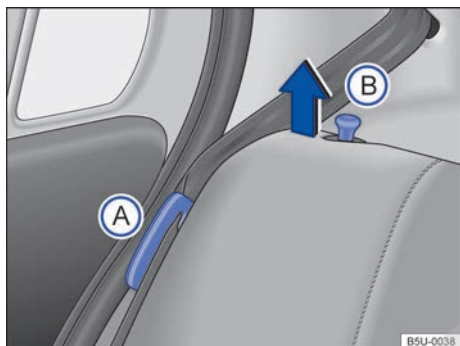
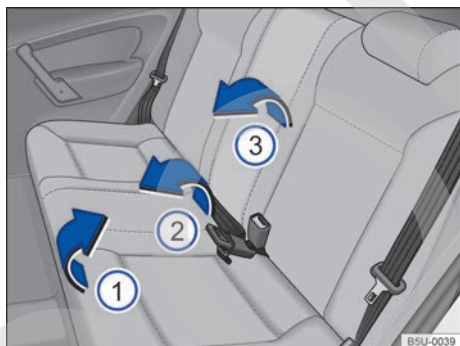

Fig. 73 Asiento trasero: posicionador de la banda del cinturón de seguridad (A) y pasador de desbloqueo del respaldo (B).
Fig. 74 Asiento trasero: inclinar el asiento trasero.
Las figuras → fig. 73 y → fig. 74 ilustran, a modo de ejemplo, el procedimiento para rebatir el asiento trasero.
- Encajar las bandas de los cinturones de seguridad en los alojamientos correspondientes en el guarnecido lateral → fig. 73 (A).
- Tirar del asiento por la parte de adelante → fig. 74 (1) en el sentido de la flecha, hacia arriba.
- Levantar la parte trasera del asiento → fig. 74 (2) y desplazar totalmente hacia adelante, para que el asiento quede lo más próximo posible del entarimado y del respaldo del asiento delantero.
- Tirar de las clavijas de desbloqueo → fig. 73 (B) y, al mismo tiempo, plegar parcialmente el respaldo del asiento → fig. 74 (3) y quitar los apoyacabezas → pág. 51. Bajar completamente el respaldo del asiento trasero.
- Encajar las bandas de los cinturones de seguridad en los respectivos posicionadores → fig. 73 (A).
- Levantar las clavijas → fig. 73 (B) y, al mismo tiempo, plegar parcialmente el respaldo del asiento trasero → fig. 74 (3).